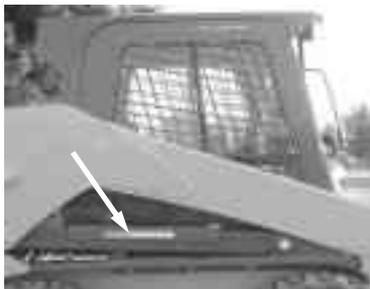

Figura 4 Posizione di riposo del dispositivo di supporto del braccio di sollevamento
4. Chiedere ad un assistente di rimuovere il dispositivo di supporto del braccio di sollevamento dalla sua posizione di riposo (Figura 4) sul lato destro della macchina ed installare il dispositivo di supporto del braccio di sollevamento sul cilindro di sollevamento di sinistra o di destra (Figura 3).
5. Abbassare il braccio di sollevamento e assicurare il dispositivo di supporto del braccio di sollevamento con la manopola in posizione di riposo (Figura 4).